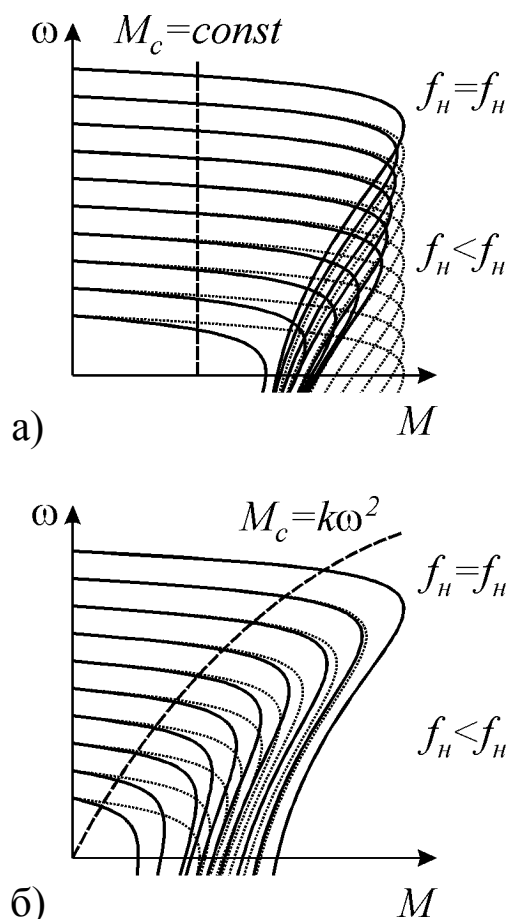

Рис.1. Механические характеристики частотно-регулируемого асинхронного электропривода:
Из общей формы записи (2) выводятся частные случаи законов частотного регулирования для различных видов нагрузки. Так, при активной нагрузке и реактивной нагрузке типа «идеальное сухое трение» закон частотного управления принимает наиболее распространенную форму  $U_1 / f_1 = \text{const}$  (рис. 1, а), а при реактивной нагрузке типа «вентиляторная характеристика» – форму  $U_1 / f_1^2 = \text{const}$  (рис. 1, б).